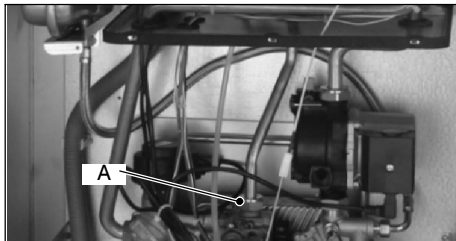

fig. 8.1
- 3 Svitare il girello A del tubo gas (fig. 8.1)
Attenzione per rimontare eseguire le operazioni effettuate in senso inverso, stando attenti a non rovinare la guarnizione OR del tubo gas quando si inserisce il tubo nell'aerotech ed eseguire la prova di tenuta gas dopo aver stretto il girello A del tubo gas (fig. 8.1)